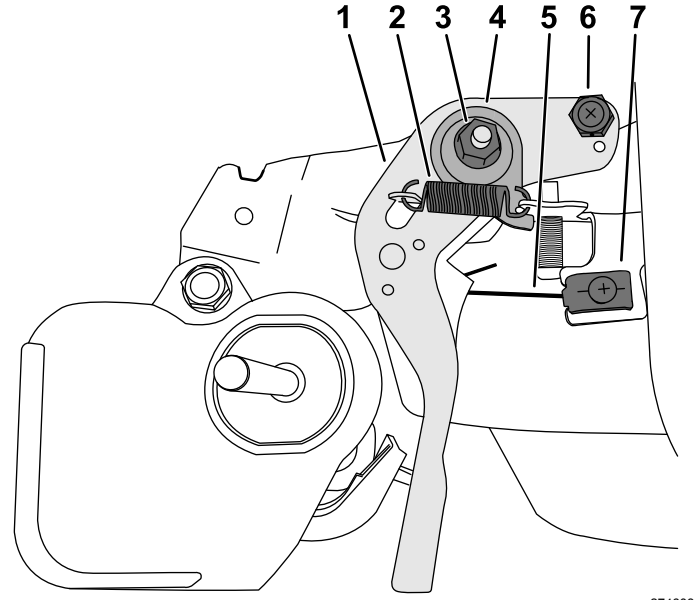

图 4
7. 用螺母和 E 形夹将宽夹具和拉索夹安装到油门控制杆上的新位置 图 4。
8. 将油门控制杆、波形垫圈和压力板安装到发动机上 图 4。
9. 安装并轻轻拧紧螺母以便将油门控制杆固定到发动机上 图 4。
10. 将弹簧安装到油门控制杆然后测试复位情况 图 4。